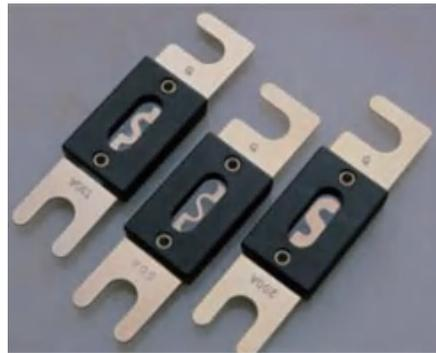

图 1.5 叉栓式保险丝
② 叉栓式保险丝
叉栓式保险丝可分为：小号叉栓式保险丝、大号叉栓式保险丝如图 1.5 所示。其额定电流有 30—150 安培 (A)，大号 40—800 安培 (A)，额定电压为 32/125 伏特 (V)。